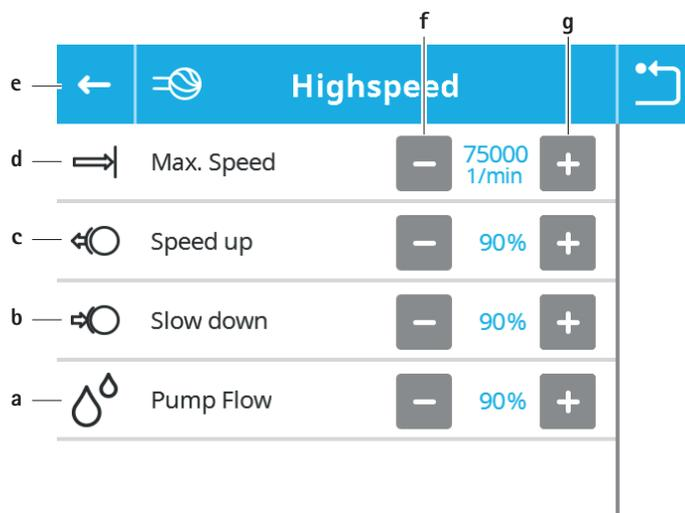

Fig. 10 Motorindstillinger – valgt anvendelsesdeltype
- Visning/ændring af motorindstillinger for en anvendelsesdeltype: Aktivér tasten for anvendelsesdeltypen **a**. Undermenuen for den valgte anvendelsesdeltype åbnes, se Fig. 10.